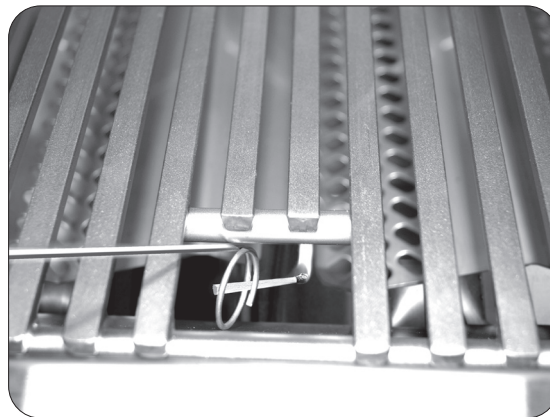

Fig. 28-2 - Éclairage manuel
**ATTENTION:** Attendez toujours cinq (5) minutes le gaz pour se dégager après que n'importe quelle tentative non réussie d'éclairage.
2. Insérez un allumeur brûlant de butane de long-baril, une allumette brûlante de long-tige, ou une allumette brûlante tenue par un support de prolongation de fil par la grille à cuire s'ouvrant au dessus du brûleur (fig. 28-2).
4. Si le brûleur ne se allume pas dans les cinq (5) secondes de tourner le bouton de commande, enfoncez immédiatement le bouton et tournez la valve à **AU LOIN**. ATTENDEZ CINQ (5) MINUTES avant de répéter les étapes 2 à 4 des instructions manuelles d'éclairage.